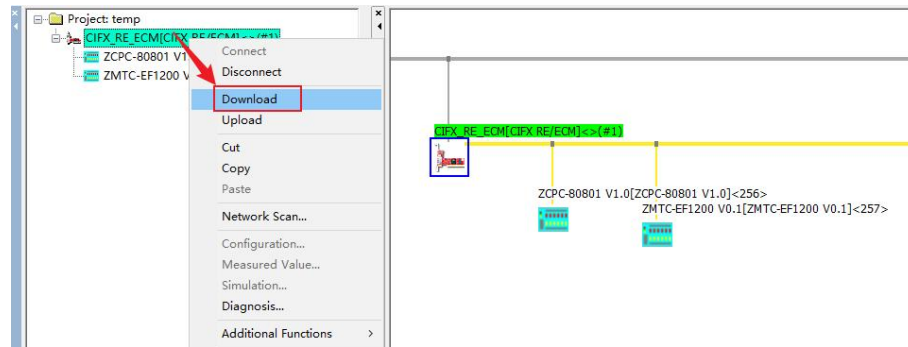

图 4.8 下载组态配置
(6) 组态添加成功后，点击主站右键菜单“Download”，下载组态配置，本测试使用默认配置即可，如下图 4.8 所示。若需要配置组态，先点击主站右键菜单“Disconnect”断开连接，再点击主站右键菜单“Configuration”进行配置。